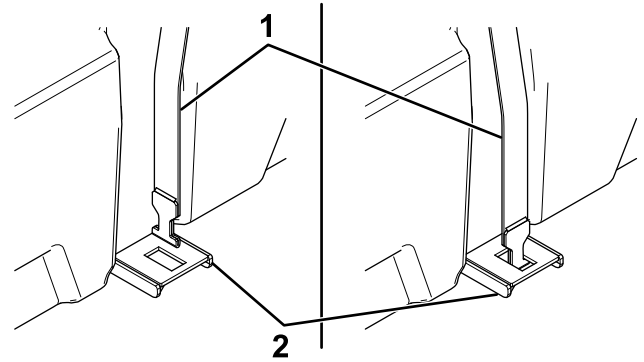

**Bild 4**
9. Bringen Sie ein 90° Schlauch-Anschlussstück am Tank an (Bild 4).
**Hinweis:** Stellen Sie sicher, dass 90° Schlauch-Anschlussstück ausgefluchtet ist, wie in Bild 4 dargestellt.
10. Befestigen Sie ein Ende des 2,4 m langen Schlauchs mit einer Schlauchklemme am 90° Schlauch-Anschlussstück (Bild 4).